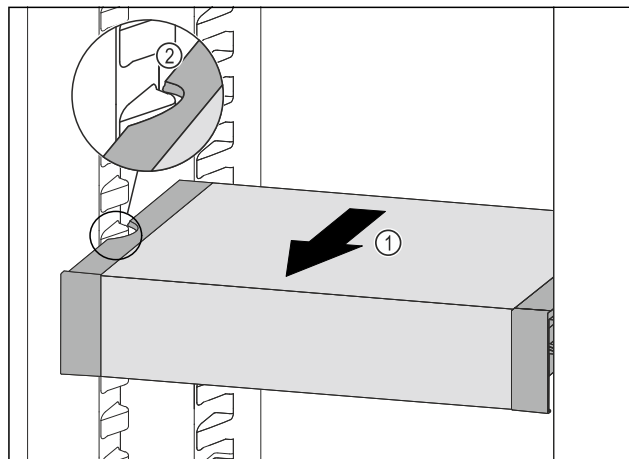

Fig. 105
- Húzza előrefelé a VarioSafe fiókot annyira Fig. 105 (1), hogy a VarioSafe oldalsó kivágásai a hűtőrészben a tartó-borda magasságában legyenek. Fig. 105 (2)